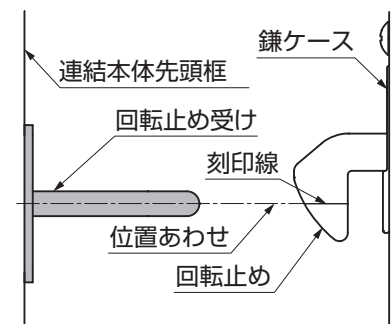

図6-3
- 回転止めの刻印線と回転止め受けの中央が合っていることを確認してください。(図6-3参照)